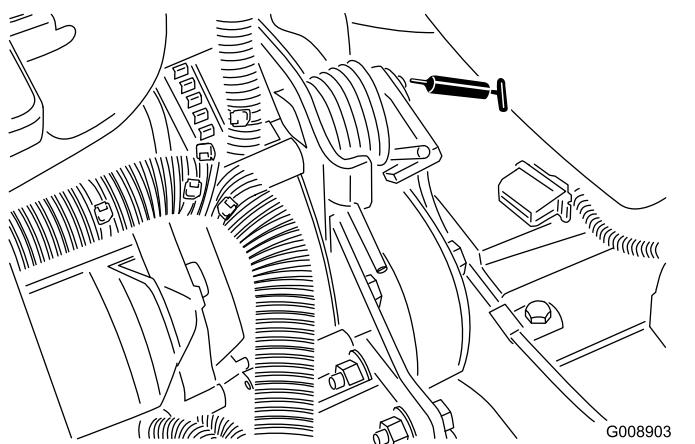

Figure 41
- Pivot de tension de courroie (Figure 41)